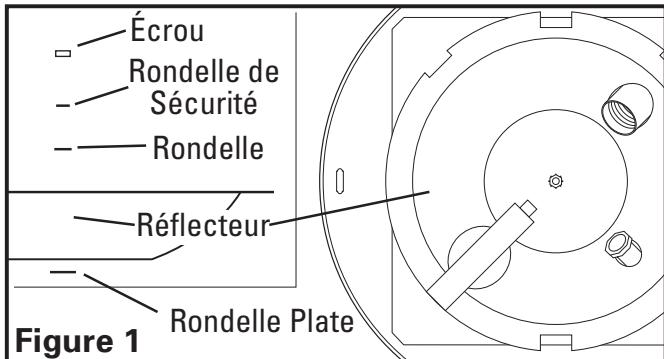

Figure 1
- Enlever le réflecteur de lumière du ventilateur, lequel est fixé en place avec une vis localisée au centre. Aussi enlever la rondelle de sécurité et la rondelle plate. Conserver toutes ces pièces dans la boîte jusqu'au besoin pour assurer de ne pas les perdre ou les endommager. (**Figure 1**).